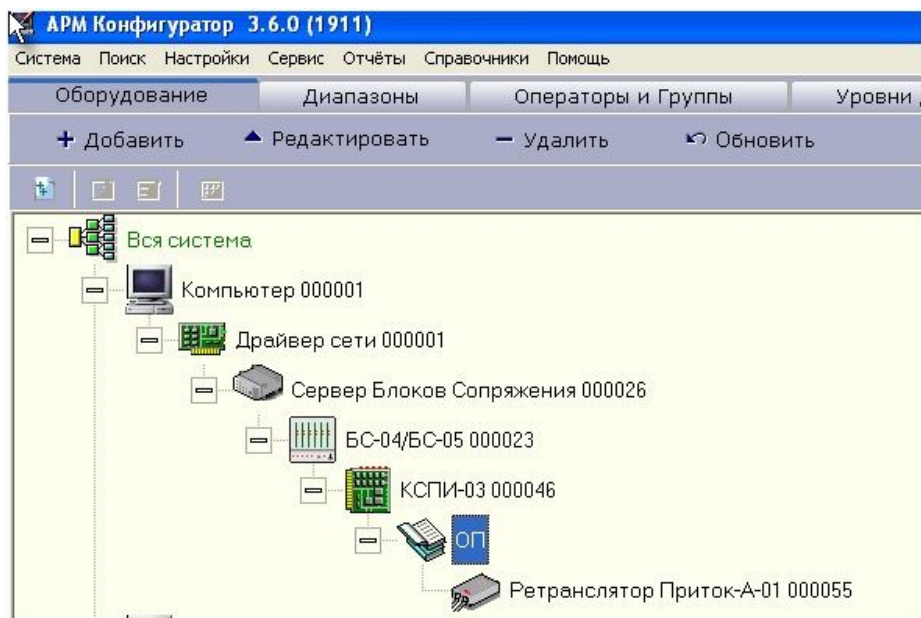

Рисунок 5.4. Пример описания блока сопряжения в АРМ Конфигураторе.
5.8.2 В программе АРМ «Конфигуратор» блок сопряжения описывается в виде следующего дерева конфигурации (см. рис. 5.4):